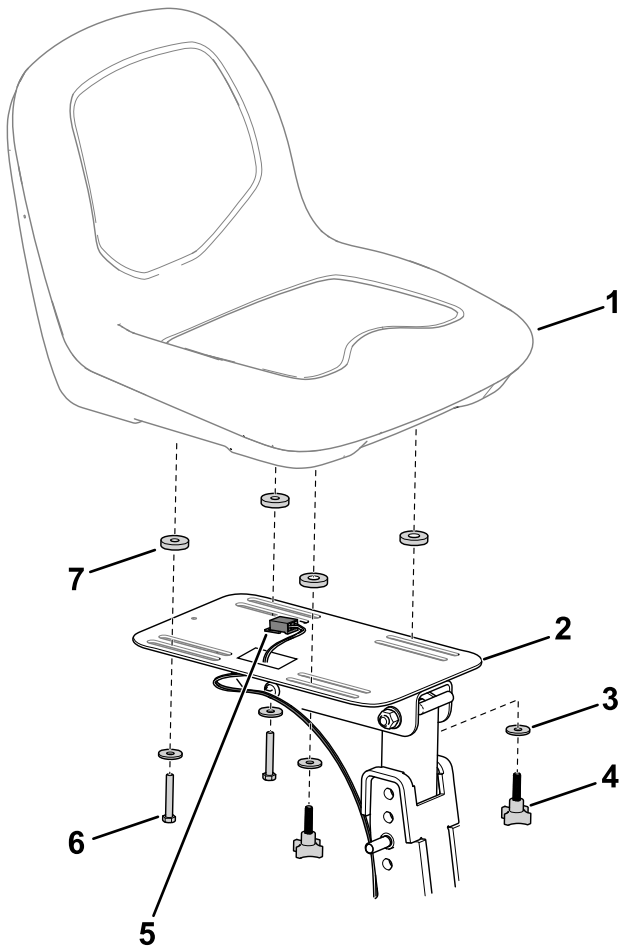

Bild 16
1. Ziehen Sie den Kabelbaumanschluss (Bild 16) vom Sitz ab.
2. Entfernen Sie die Befestigungselemente, mit denen der Sitz an der Sitzhalterung befestigt ist (Bild 16), und entfernen Sie den Sitz.
4. Stecken Sie den Kabelbaumanschluss (Bild 16) wieder in den Sitz ein.
5. Befestigen Sie den Sitz und das Wärmeschutzblech mit den zuvor entfernten Befestigungselementen (Bild 16) an der Sitzhalterung.